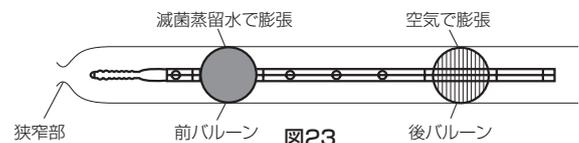

図23
2. 後バルーンを空気にて膨張させ、本品を腸管内に固定する。バルーンの注入量は42mL(図23)。